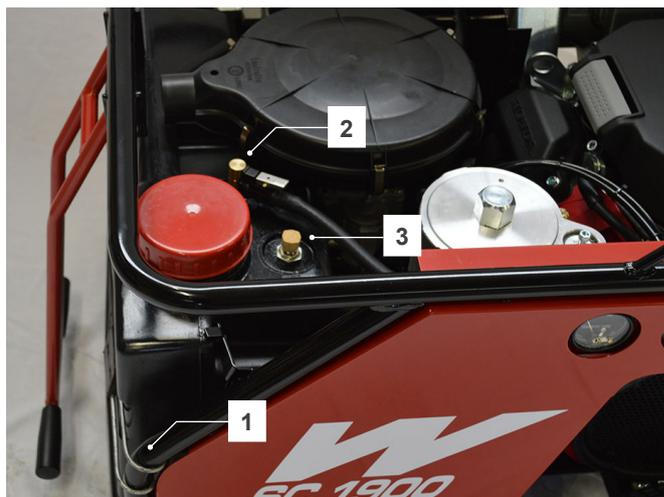

Figure 6B - SC 1900 / SC 2200
- dévisser le reniflard (voir figure 6B) ;
- réamorcer le circuit en pressant la pompe manuelle (1) jusqu'à sentir une résistance indiquant que le circuit d'alimentation est plein ;
- ouvrir la vanne de sortie d'air (2) ;
- tirer le starter (3) (démarrage à froid) ;
- tourner la clé (4) sur la position START et la maintenir jusqu'à démarrage du moteur.